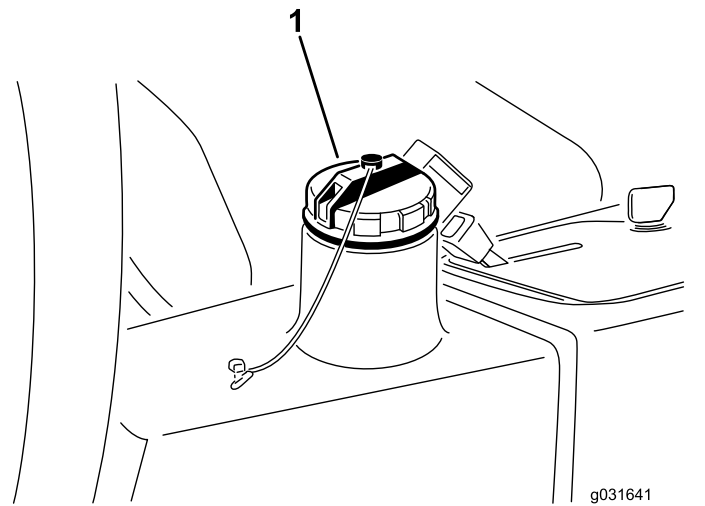

Bild 64
4. Füllen Sie den Behälter (Bild 64) mit ca. 13,2 Liter Hydrauliköl, siehe Prüfen der Hydraulikanlage \(Seite 51\).